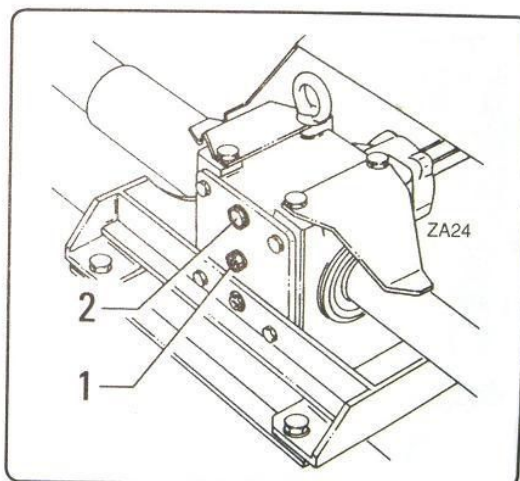

fig. 7.4.4
- Consultez le paragraphe 7.6 pour les spécifications du lubrifiant. L'huile doit atteindre le bord inférieur du trou du bouchon de niveau « 1 » fig.7.4.4 dans les versions sans jauge.